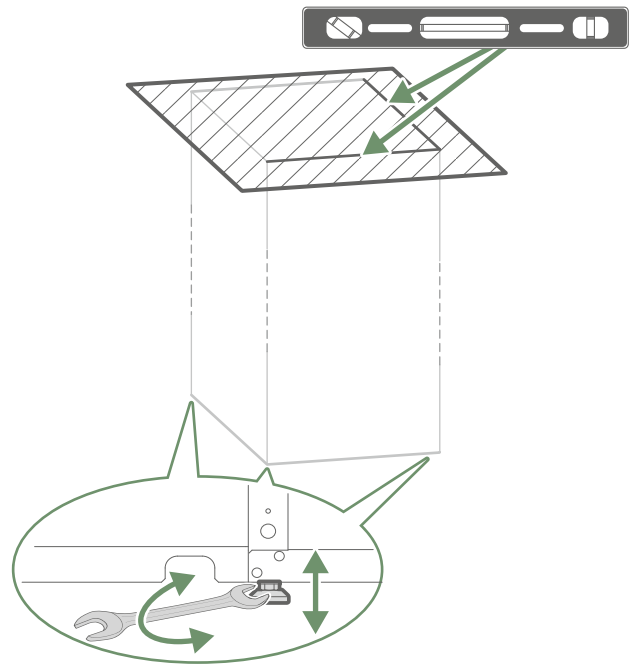

fig. 19 - Upgrade uitvoeren
- Stel de Binnenunit op niveau fig. 19 ().